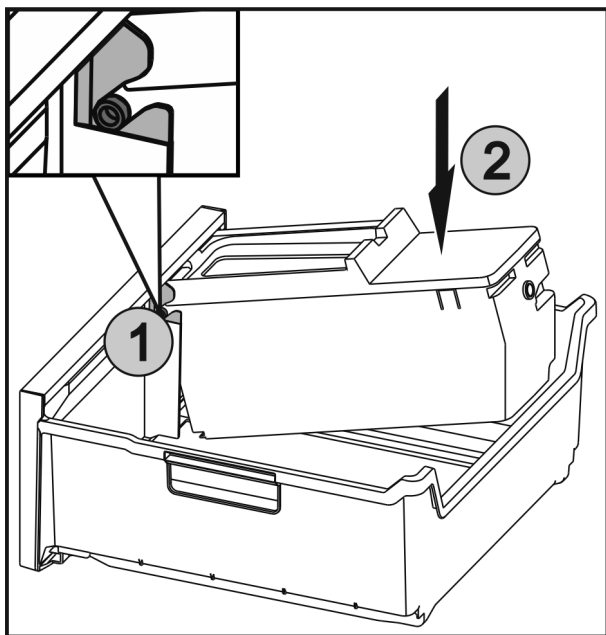

Fig. 54
- ▶ De assen Fig. 54 (1) van EasyTwist-Ice in de geleidingen schuiven en de achterste zijde Fig. 54 (2) erin drukken tot de lip vergrendelt.